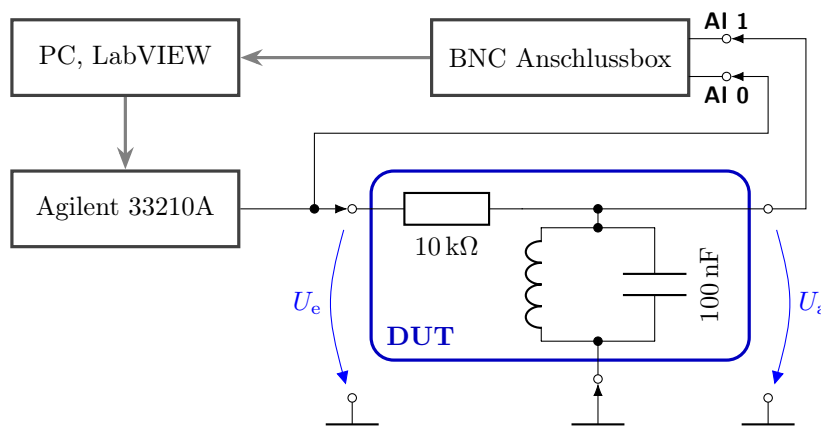

Abbildung 8: Schaltung zur Aufnahme der Amplituden- und Phasenübertragungsfunktion des Schwingkreises mithilfe des Computermessplatzes. **DUT** = Device Under Test.
2. Bauen Sie die Schaltung nach Abb. 8 zur Aufnahme der Amplitudenübertragungsfunktion eines Parallelschwingkreises auf. Benutzen Sie zum Aufzeichnen der Amplitudenübertragungsfunktion den bereitstehenden Computermessplatz im Praktikum.
- ⚠ Benutzen Sie als Induktivität eine Spule des bereitgestellten Transformators, auch wenn in Abb. 8 aus Gründen der Übersichtlichkeit die zweite Spule nicht dargestellt ist.